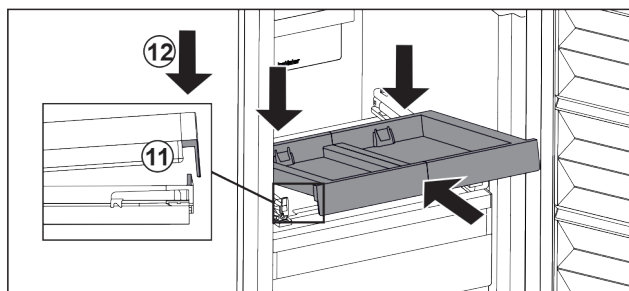

Fig. 37
- Schräg einschieben. Darauf achten, dass auf beiden Seiten der Anschlag hinter der Lasche ist. Fig. 37 (11)
- Auszugsbord vorne absetzen. Fig. 37 (12)